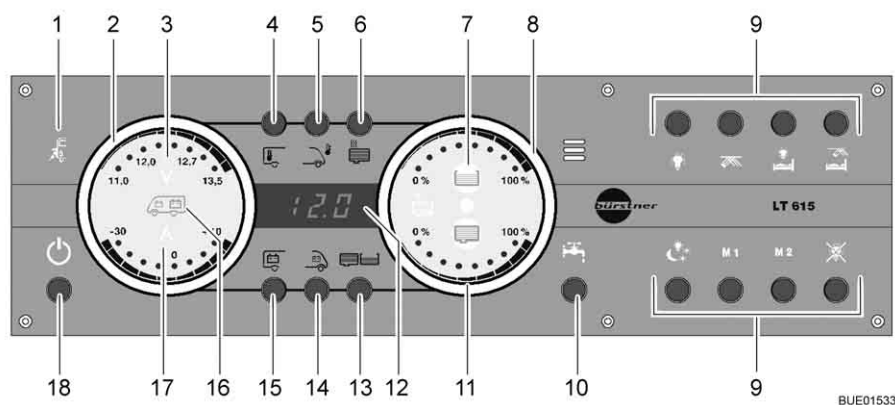

Bild 159 Panel LT 615
230 V-kontrollampan (Bild 159,1) lyser när nätspänningen ligger på el-blockets ingång. Batterierna laddas.
Med huvudbrytaren 12 V (Bild 159,18) kopplas panelen och bodelens 12 V-försörjning till eller från.
- Tryck kort på knappen 12 V-försörjning (Bild 159,18). 12 V-försörjningen för bodelen är påslagen. Kontrollampan "12 V" lyser.
- ▷ Efter aktivering av försörjningen: om lysdioden "11,0" för voltindikeringen samt symbolen volt "V" (Bild 159,3) på indikeringsinstrumentet för batterierna (Bild 159,2) blinkar är bodelsbatteriets spänning för låg. Ladda batteriet.
- ▷ Efter aktivering av försörjningen: om kontrollampan "12 V" och symbolen volt "V" (Bild 159,3) blinkar tre gånger är batterifrånkopplingen aktiverad. Avaktivera batterifrånkopplingen.
- ▷ När panelen är urkopplad och symbolen "V" (Bild 159,3) blinkar rött är batteriet urladdat. För att skydda batterierna mot att laddas ur helt går panelen då inte att koppla in. Ladda batterierna så snart som möjligt.
- Tryck kort på knappen 12 V-försörjning (Bild 159,18). 12 V-försörjningen för bodelen är avstängd. Kontrollampan "12 V-försörjning" slocknar.
- Tryck på knappen bodelsbatteri (Bild 159,15) och håll den intryckt i ca 10 sekunder. Symbolen volt "V" (Bild 159,3) och kontrollampan "12 V" blinkar tre gånger. Bodelsbatteriet är frånkopplat från 12 V-nätet.
- Tryck på knappen 12 V-försörjning (Bild 159,18) och håll den intryckt i ca 5 sekunder. Symbolen volt "V" (Bild 159,3) och kontrollampan "12 V" blinkar tre gånger. Bodelsbatteriet är anslutet till 12 V-nätet. Kontrollampan tänds efter ca 5 sekunder.
- Tryck på knappen bodelsbatteri (Bild 159,15). Symbolen volt "V" (Bild 159,3) lyser. Symbolen ampere "A" (Bild 159,17) är vit eller röd beroende på laddning eller urladdning. Batterispänningen och strömmen för bodelsbatteriet visas via lysdioderna på indikeringsinstrumentet. Bodelsbatteriets återstående kapacitet visas på displayen i procent.
- Tryck på knappen startbatteri (Bild 159,14). Symbolen volt "V" (Bild 159,3) lyser. Startbatteriets spänning visas via lysdioderna på indikeringsinstrumentet.
- Tryck på knappen tank (Bild 159,13). Symbolerna vattentank (Bild 159,7) och avloppstank (Bild 159,11) lyser. Nivån i vattentanken (övre skala) och i avloppstanken (nedre skala) visas via lysdioderna på indikeringsinstrumentet.
Tanklarm Symbolen vattentank (Bild 159,7) eller symbolen avloppstank (Bild 159,11) blinkar när vattentanken är tom eller när avloppstanken är full.
Via den digitala indikeringen (Bild 159,12) kan innetemperaturen och utetemperaturen avläsas i °C.
- Indikeringar:** ■ Tryck på knappen innetemperatur (Bild 159,4). Innetemperaturen visas.
■ Tryck på knappen utetemperatur (Bild 159,5). Utemperaturen visas.
Med knappen tankvärme (Bild 159,6) kan tankvärmens slås på och av.